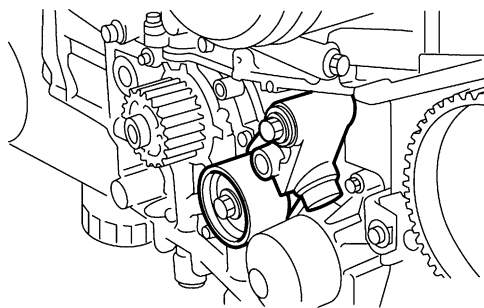

图 27-58 拆卸正时带张紧度自动调节器总成
③ 如图 27-58 所示, 拆卸正时带张紧度自动调节器总成。